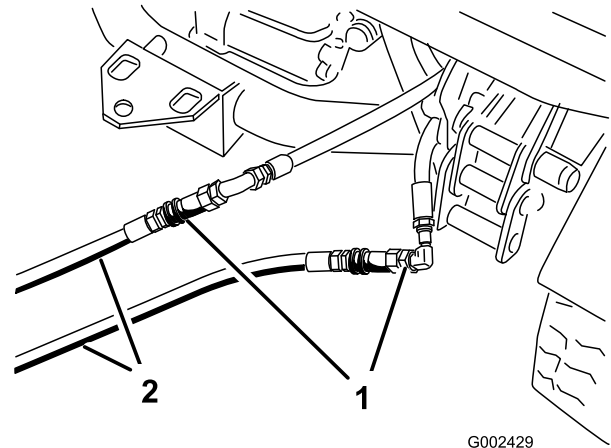

Figura 76
3. Na máquina parada, ligue as 2 manguerias de ligação às manguerias que foram desligadas (Figura 76).